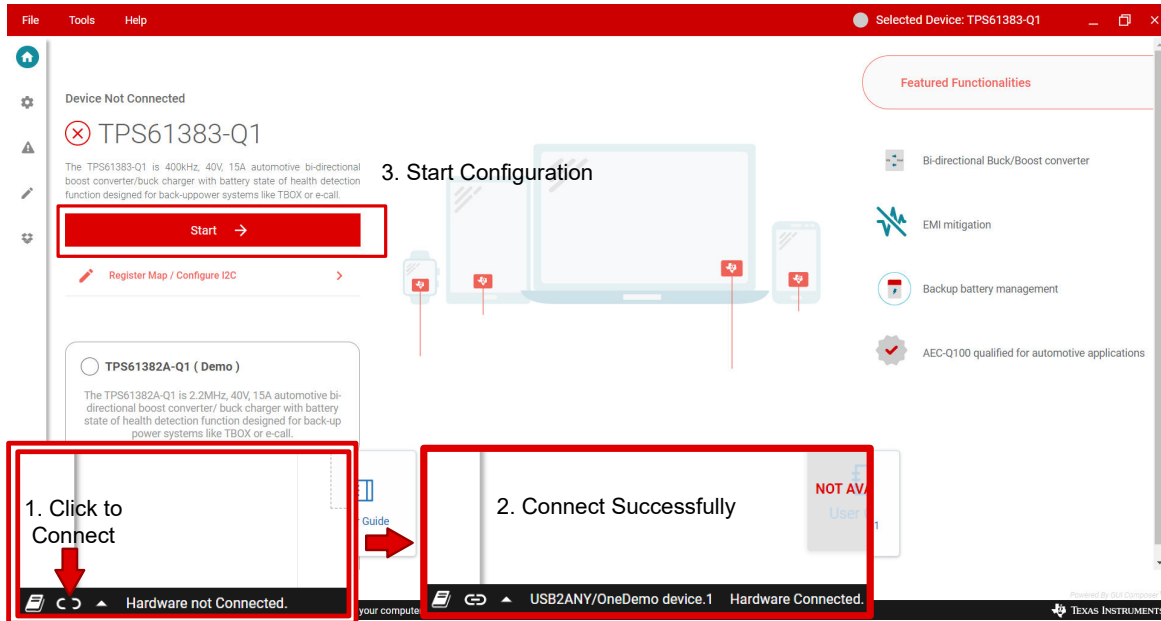

图 3-2. 连接和启动
3. 单击底部栏上的连接按钮，如图 3-2 所示。GUI 和器件连接后，GUI 读取所有寄存器，并显示一条通知。